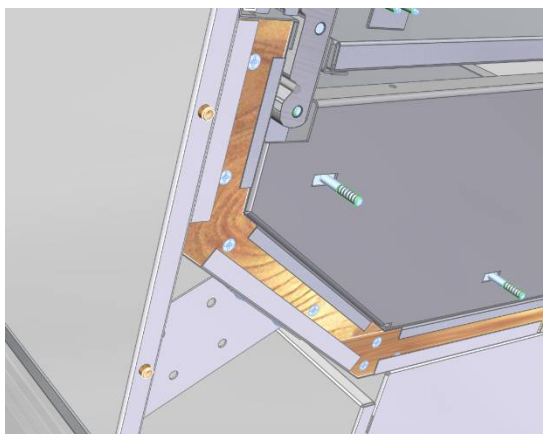

Рис.1
- Регулировка фронта витрин производится с помощью шкантов деревянных 8x30, устанавливаемых в торцы фронтальных панелей (рис.1).